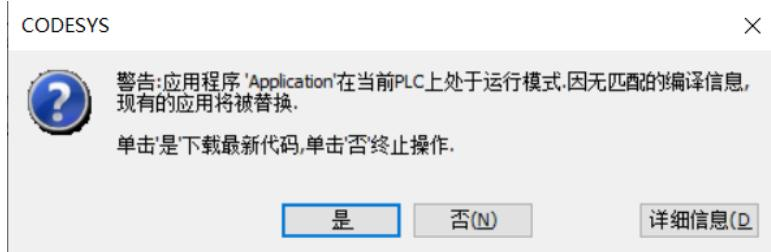

图13-18 下载提示窗口
2. 弹出提示窗口，如图13-18所示，点击【是】，此时PLC程序将被覆盖最新代码。